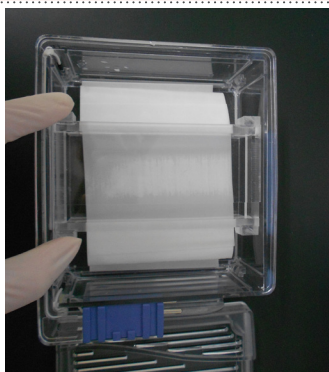

図 6
- 6 アタッチメント (上) をセットします (図 6)。